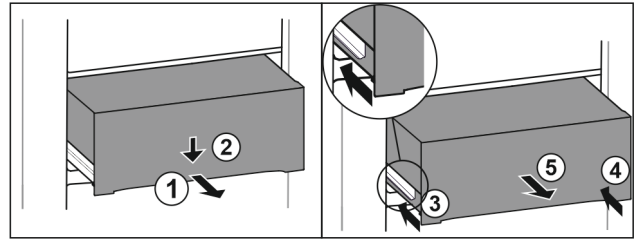

Fig. 165
- Estrarre il cassetto a metà. Fig. 165 (1)
- Premere il cassetto sul lato anteriore verso il basso. Fig. 165 (2)
- Spingere la guida sinistra di circa 2 cm verso l'interno. Fig. 165 (3)
- Spingere la guida destra di circa 2 cm verso l'interno. Fig. 165 (4)
- Rimuovere il cassetto tirandolo in avanti. Fig. 165 (5)